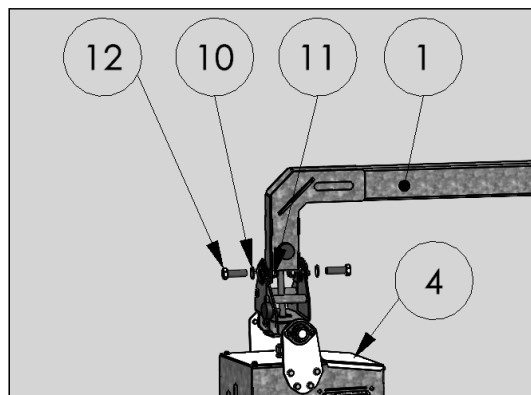

Рисунок 4. Установка щетки с модулем привода
2. Прикрепите модуль привода (поз. 4, рис. 4) с помощью винтов (поз. 12, рис. 4), шайб (поз. 10, рис. 4) и гаек (поз. 11, рис. 4) к подвесному рычагу (поз. 1, рис. 4).